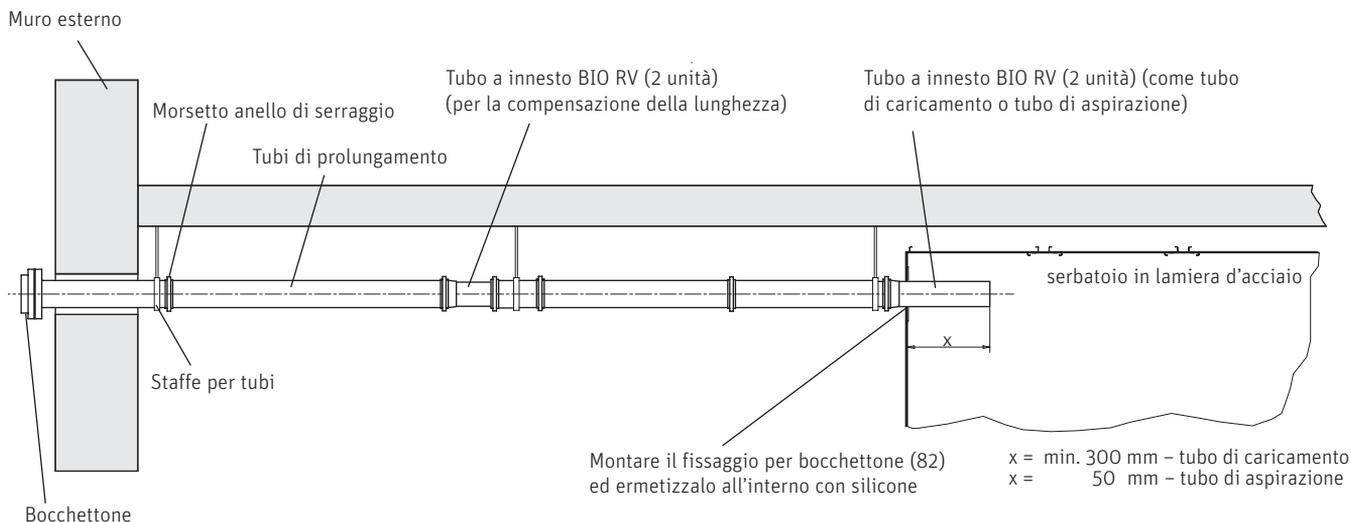
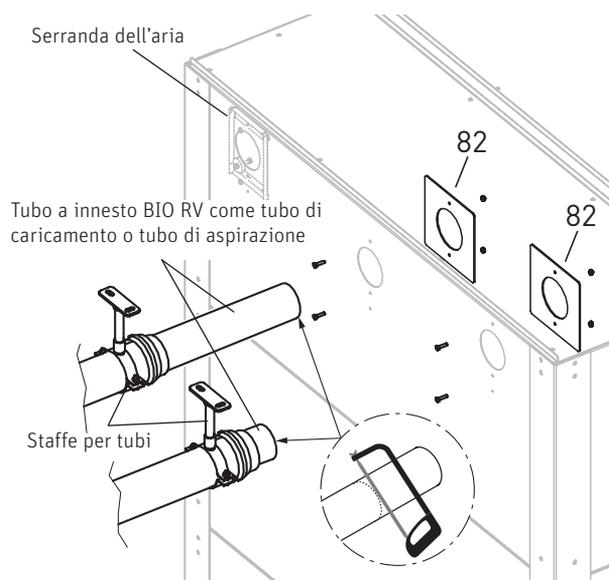

Fig. 17 Bocchettone con tubo di prolungamento e serbatoio in lamiera d'acciaio – vista laterale
Fig.18 Montaggio dei tubi di prolungamento
Il **tubo di carico (tubo a innesto BIO RV)** deve sporgere di **300 mm** all'interno del serbatoio, mentre il **tubo di aspirazione (tubo a innesto BIO RV)** deve sporgervi di **50 mm**; eventualmente accorciarli – Fig.18. Fissare i tubi all'esterno con staffe per tubi.
Avvitare ciascuno dei 2 fissaggi dei bocchettoni (82) con 2 viti M6 x 40 e relativi dadi e chiudere a tenuta la fessura interna con silicone – Fig. 17, Fig. 18.